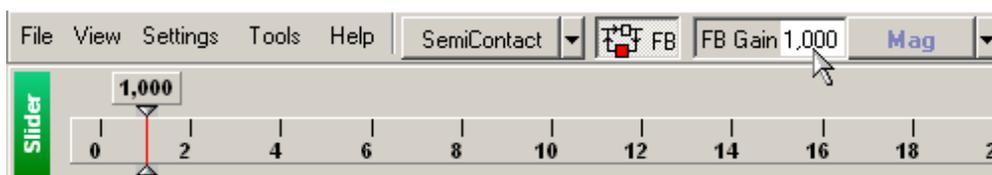

Рис. 7-20. Ползунок настройки параметра FB Gain
- Щелкните дважды на поле ввода параметра **FB Gain** на панели основных параметров, в результате появится ползунок для установки коэффициента обратной связи (Рис. 7-20).